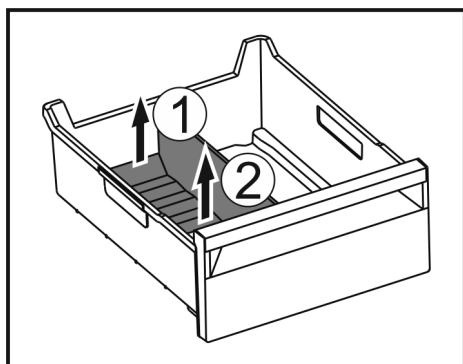

Fig. 213
- Zvedněte zadní část přepážky přihrádky na led. Fig. 213 (1)
- Přepážku přihrádky na led vyjměte nahoru. Fig. 213 (2)